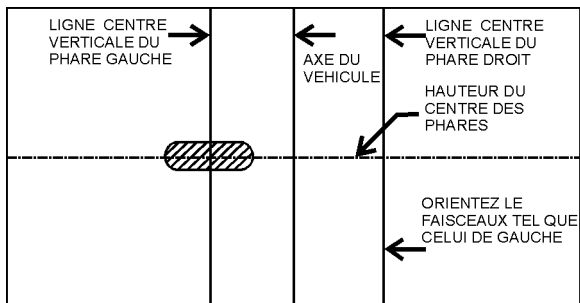

FIGURE 50 : POSITIONNEMENT CORRECT SUR L'ÉCRAN DE LA ZONE LONGUE PORTÉE DES FEUX DE ROUTE
- La distance entre les axes centraux des phares et l'axe central fixe sur l'écran doit être égale à la moitié de la distance entre les centres de source lumineuse des phares. Les bandes horizontales doivent être situées sur l'écran aux limites supérieure et inférieure prévues dans les spécifications par rapport à la hauteur des centres de faisceau et le plan sur lequel repose le véhicule, et non pas le plan sur lequel repose l'écran (Figure 50).